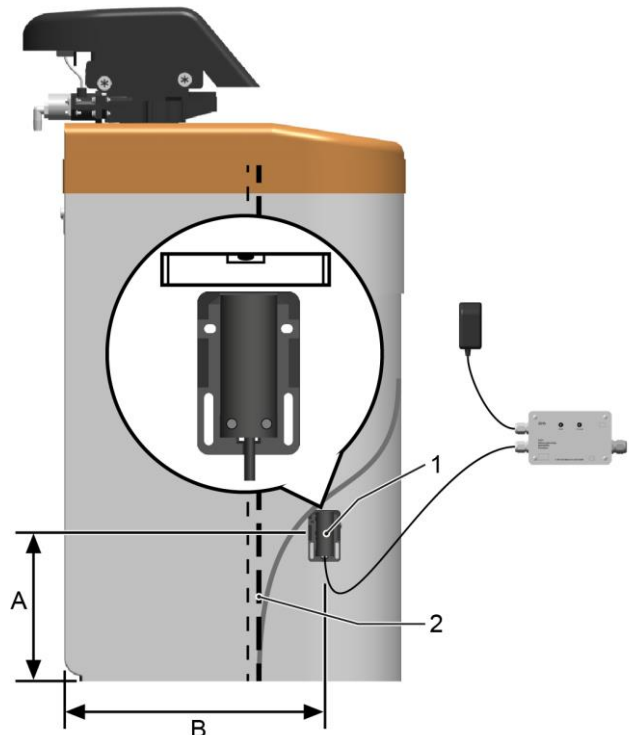

Abb. 5: Montage Maße am Kabinettbehälter
- ➔ Halter an markiertem Schnittpunkt von Maß A und Maß B auf der Außenwand des Salzlöse- und Vorratsbehälter mittig ausrichten und aufkleben (wie in Abb. 5 dargestellt). Halter fest andrücken! Klebstoff aushärten lassen (siehe Anleitung des Klebers)!